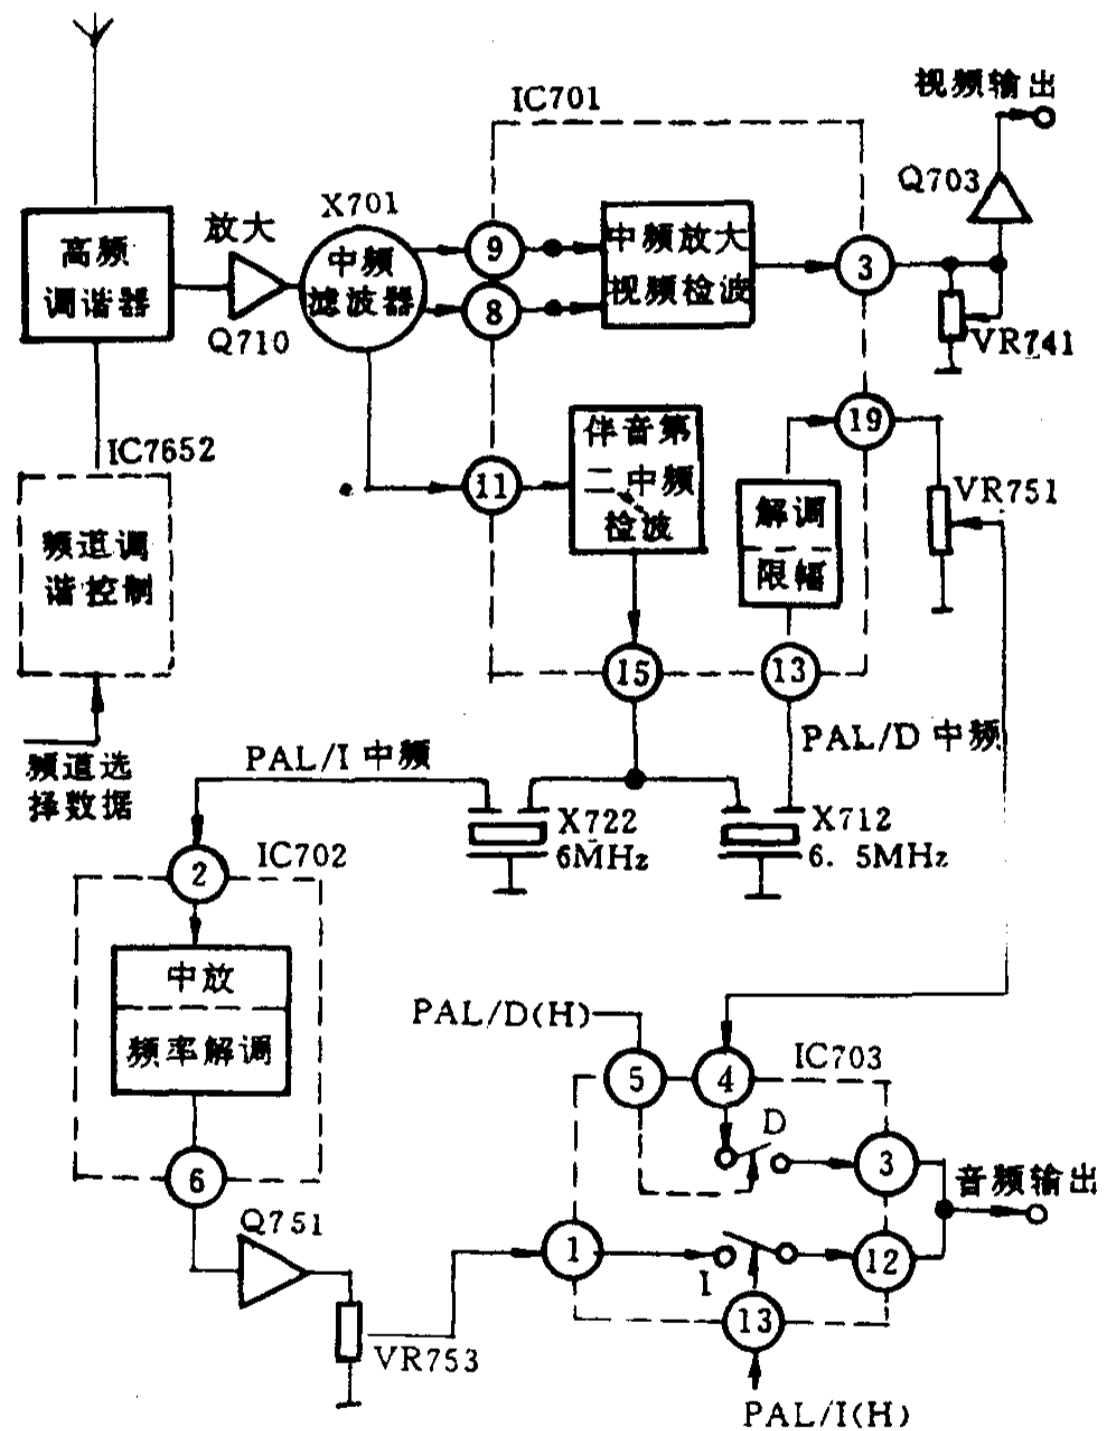

图 1-2 NV-L15MC 调谐解调电路
NV-L15 录像机的调谐解调电路如图 1-2 所示。电视频道的选择数据存储在微处理器 IC7501 中,由红外遥控器存储。IC7501⑧、⑨脚的频段信号和 IC7501⑥脚的频道数据信号,分别送入调谐集成电路 IC7652 (AN5043)的⑨、⑩、④脚转换成频道控制信号和调谐电压后送入高频调谐器,使之能选择所欲接收的某频道电视信号。